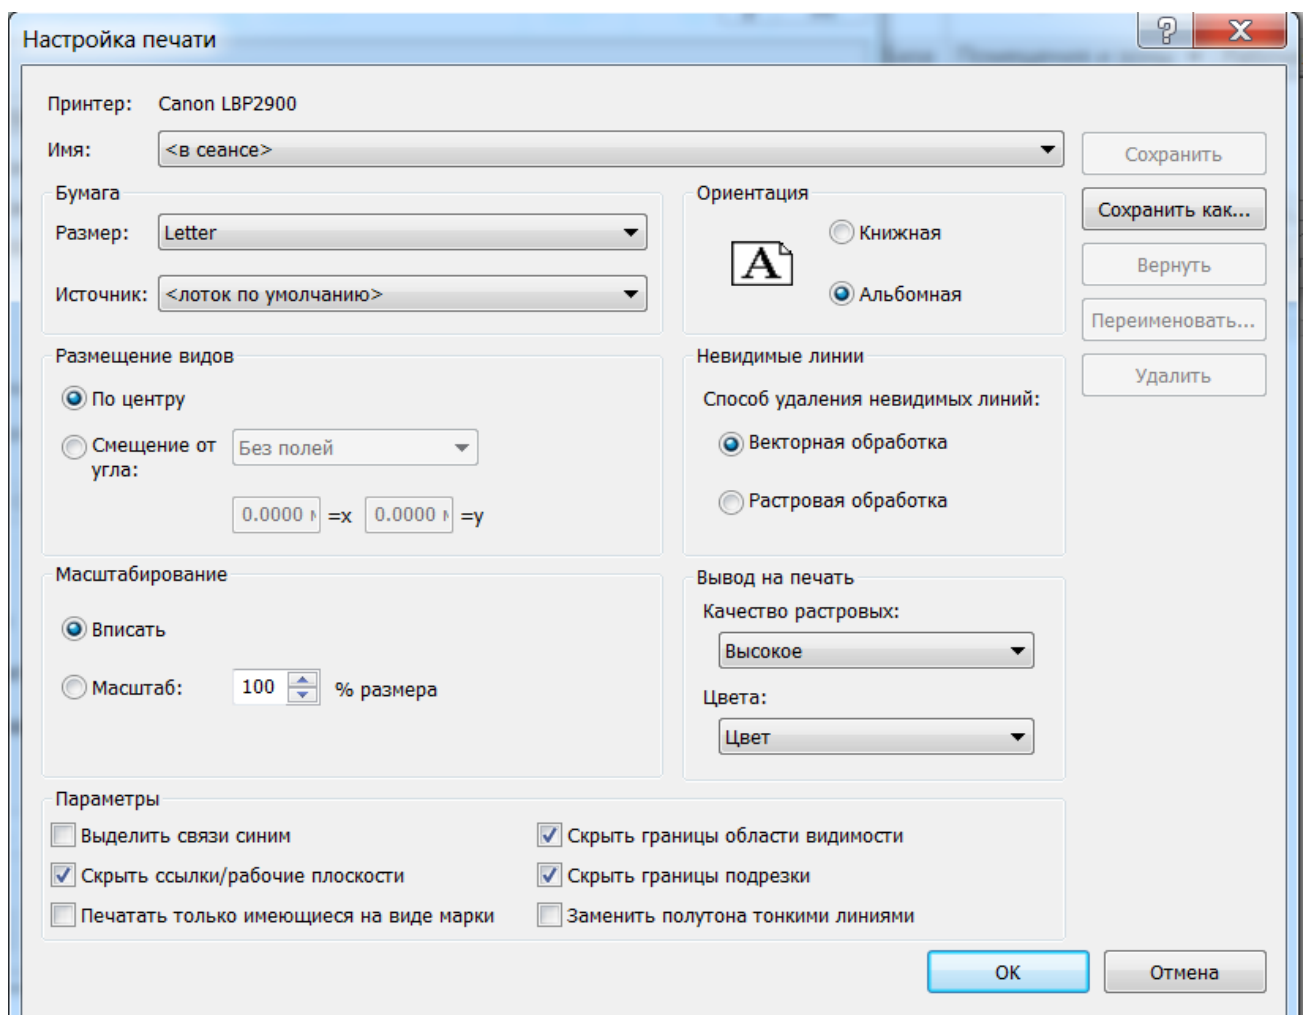

Рис.132
3. Настроить параметры принтера (рис.132).